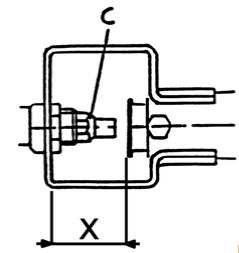

Fig. 3
4.2 Réglage de l'air primaire (Fig. 3)
La distance prévue pour le réglage de l'air primaire, est montrée aux figures 3 et indiquée dans le tableau 2. Dévisser l'injecteur "E" avec une clé de 12 mm et monter l'injecteur prévu; contrôler la distance exacte "X" pour l'air primaire.
Pour changer l'injecteur "C" (Fig. 3) retirer en le tirant le tableau des commandes; avec une clé, dévisser l'injecteur et le remplacer selon les tableau 2.